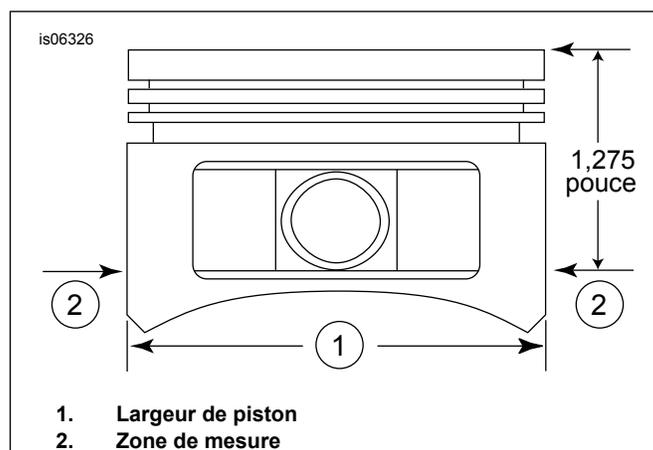

Figure 2. Dimensions de piston
5. Voir Figure 2 . Mesurer la largeur du piston (1), à 90 degrés horizontalement des deux côtés du trou de la broche du piston et à 32,38 mm vers le bas de la couronne (haut) du piston (2). Voir le Tableau 11 pour l'ajustement piston/cylindre à cet emplacement.